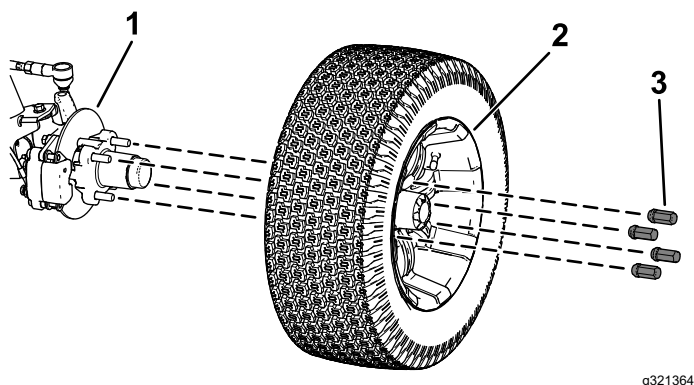

Figure 37
2. Retirez les 4 écrous de roue qui fixent la roue au moyeu (Figure 37).
4. Alignez les trous dans la roue et les goujons du moyeu puis montez la roue sur le moyeu en plaçant la valve à l'extérieur (Figure 37).
5. Fixez la roue au moyeu avec les écrous de roue (Figure 37).